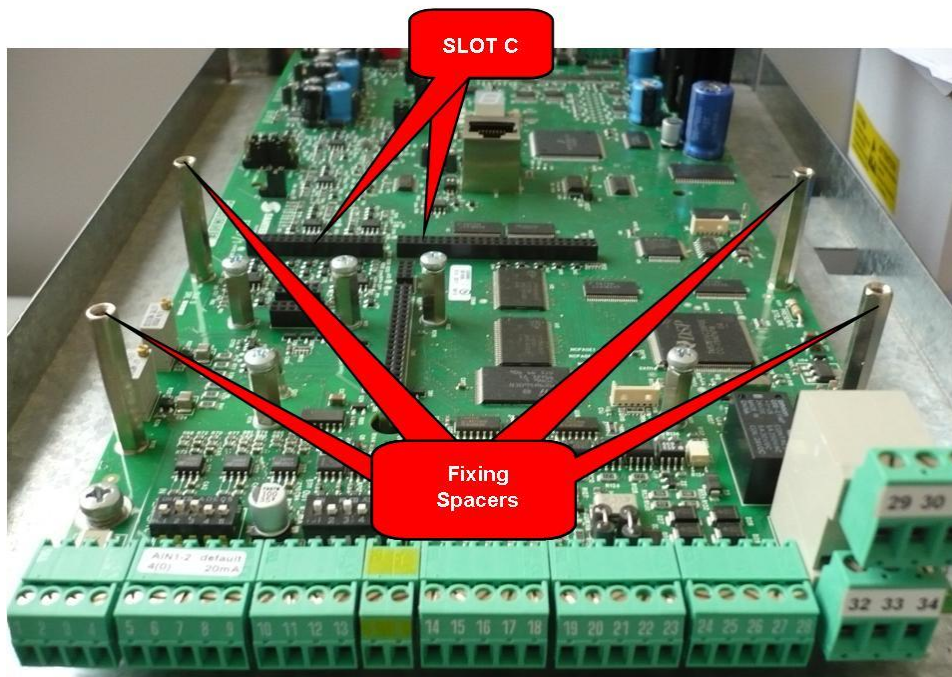

Figura 149: Posizione dello slot C all'interno del coperchio morsettiere Inverter
3. Rimuovere il coperchio di protezione della morsettiere dell'inverter agendo sulle due viti frontali nella parte bassa del coperchio. Risulta così accessibile lo slot C della scheda di controllo sul quale va installata la scheda ES950 come visibile in Figura 149.